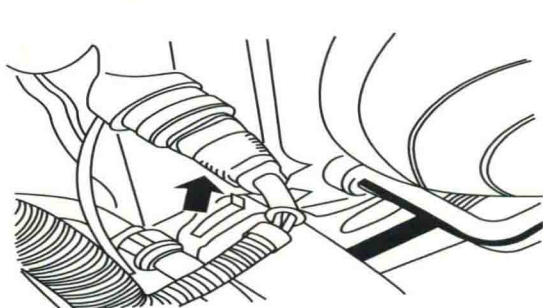
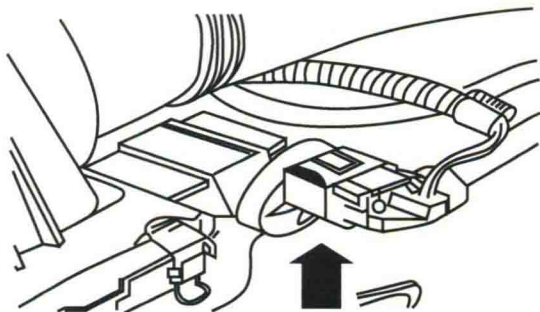

图 1-1-4 拔下热敏开关上的导线插接器
图 1-1-5 拔下活性炭罐电磁阀的导线插接器
(4) 拔下热敏开关和发电机上的导线插接器（图 1-1-4）。
(5) 拔下水温传感器、机油压力报警器、爆振传感器、氧传感器、转速传感器、霍尔传感器等传感器的导线插接器。
(6) 拔下活性炭罐电磁阀的导线插接器（图 1-1-5），取下活性炭罐电磁阀。